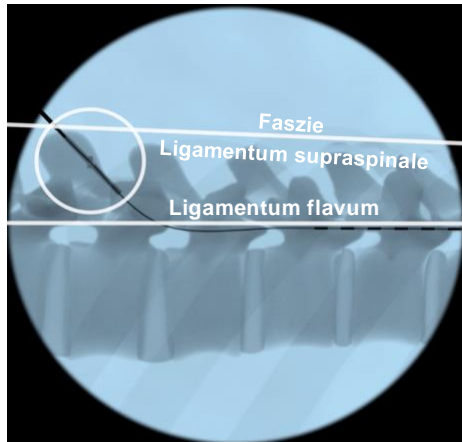

Abbildung 8
9. Entfernen Sie den Halteclip und ziehen Sie den Injectroducer langsam heraus. Überprüfen Sie die endgültige Positionierung des SandShark-Ankers anhand einer weiteren lateralen Röntgenaufnahme (siehe Abbildung 8).